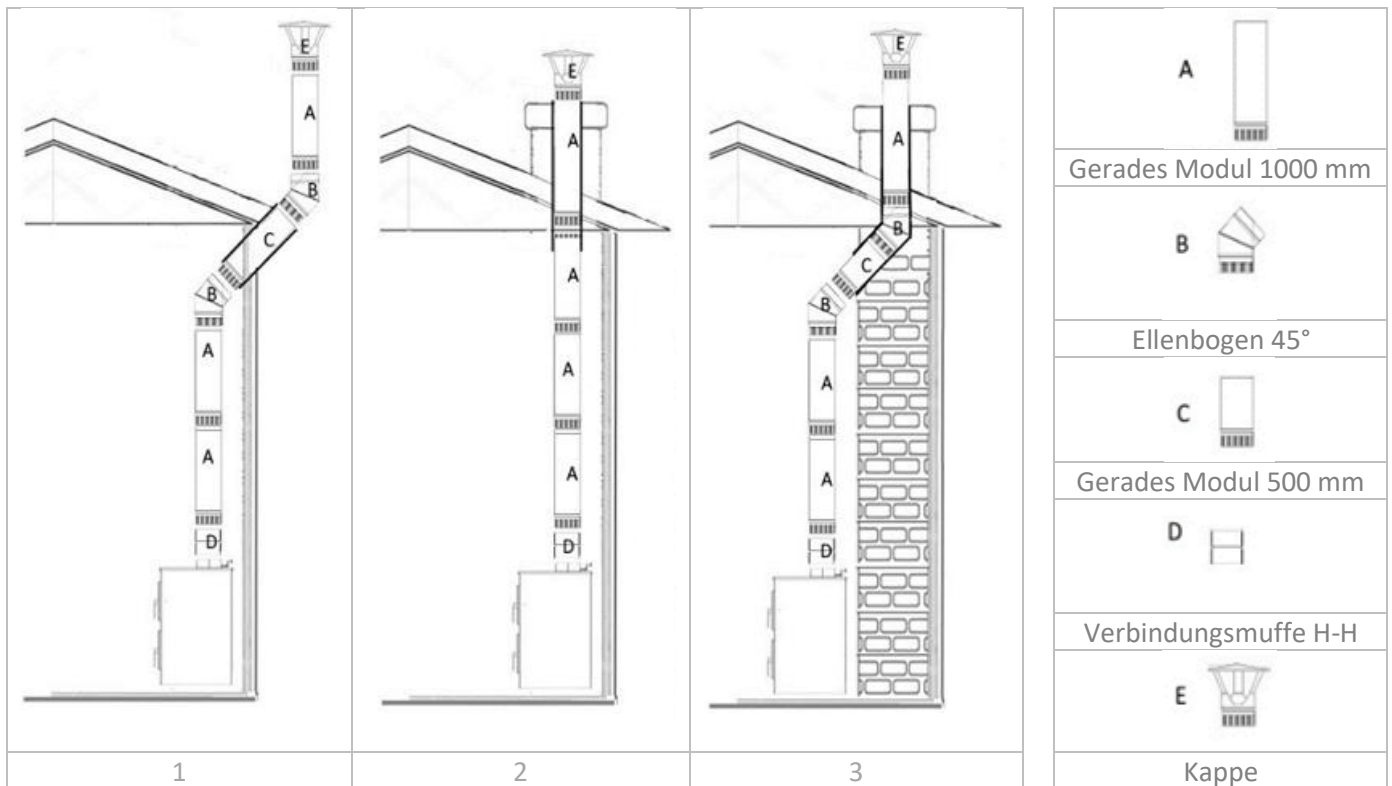

Abbildung 2
3. **VERTIKALER ABSCHNITT (A).** Die Gesamtlänge des vertikalen Rohrs, das für den natürlichen Zug (Abgasunterdruck) bis zum Dach benötigt wird, kann je nach Installation und abhängig von verschiedenen Faktoren variieren, liegt aber im Allgemeinen zwischen ca. 4 und 6 m. Eine optimale Leistung wird jedoch bei einem Mindestvakuum von ca. ± 15 Pa (Pascal) gewährleistet.
4. **BEUGEN (B).** Sind Bögen erforderlich (siehe Zeichnungen 1 und 2 in Abbildung 2), werden die Kanäle über Bögen verbunden. Diese dürfen bis zu 45° betragen und dürfen nicht verengt werden. Folgendes ist zusätzlich zu beachten:
5. **HORIZONTALER ABSCHNITT (C).** Der Anschlusskanal bzw. der horizontale Abschnitt des Schornsteins muss mit der geringstmöglichen Länge und möglichst ohne Richtungs- und Querschnittsänderungen ausgeführt werden. Dabei ist Folgendes zu berücksichtigen:
6. **VERBINDUNGSMUFFE (D).** Für den korrekten Anschluss des vertikalen Kanals an den Rauchabzugskragen m (männlich) des Herdes ist eine Muffe h/h (weiblich/weiblich) erforderlich, so dass das Ende m (männliches Ende des vertikalen Kanals nach unten zeigt).
7. **Schornsteinabdeckung (E).** Für eine ordnungsgemäße Rauchableitung und zur Vermeidung von Windeinflüssen